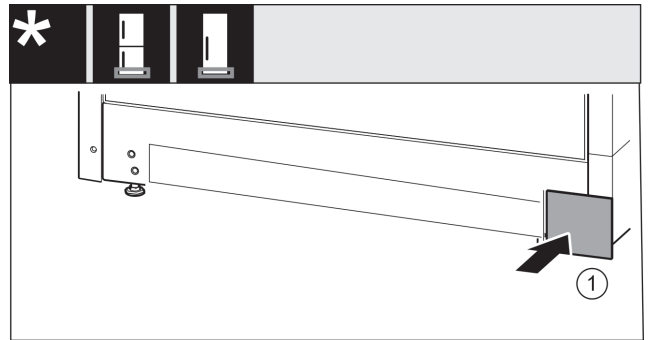

Fig. 17
- ▶ Sett dekselet Fig. 17 (1) tilbake på den andre siden.